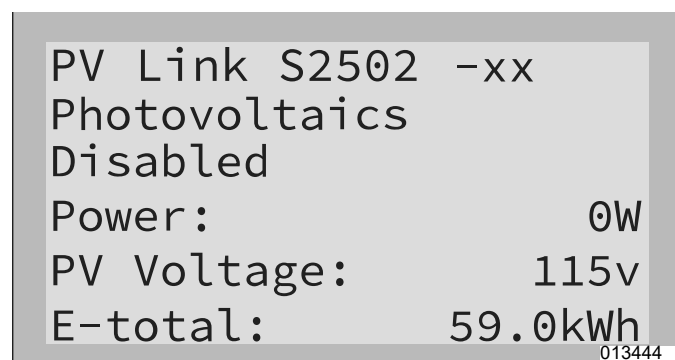
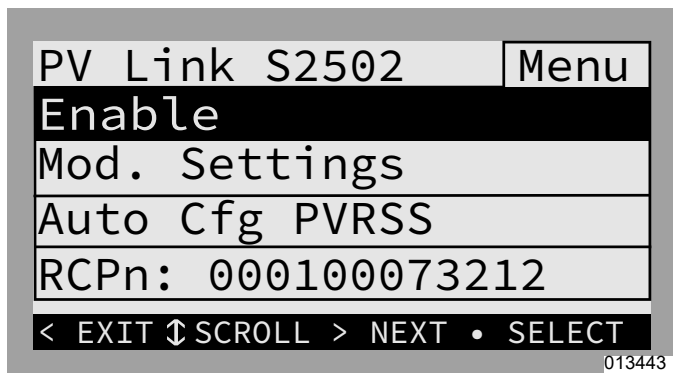
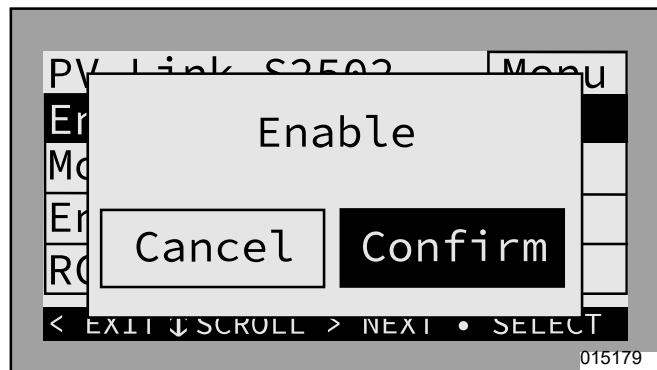

Figure 7-10. Activer les dispositifs REbus (1 de 3)
Figure 7-11. Activer les dispositifs REbus (2 de 3)
Figure 7-12. Activer les dispositifs REbus (3 de 3)
10. Une fois l'inverseur activé et à l'état « raccordé au réseau », défiler vers la droite et activer chaque PV Link et batterie PWRcell, en répétant le même processus que pour l'inverseur. Voir Figure 7-10, Figure 7-11 et Figure 7-12. Pour plus d'information, voir aussi la section Configurer et activer les dispositifs REbus.